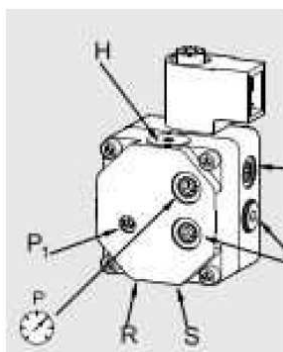

Fig. 6
Reinig de brandstoffilters door de filterplaat los te draaien (met de klok mee). Verwijder de filterpatroon en was deze met benzine of vervang deze indien nodig (Fig.2). Controleer de O-ringafdichting en vervang deze indien nodig. Zet de bak weer in elkaar. Het brandstoffilter dat op de tandwielpompe is geïnstalleerd, moet worden gereinigd of indien nodig vervangen door de plug H los te draaien (Fig. 6)
## Instelling compressordruk (Fig. 6)
**HOGE HOOGTE INSTALLATIE:** Vanwege de lagere zuurstofstroom in vergelijking met een installatie op grote hoogte op zeeniveau, kan het nodig zijn om de luchtstroom te verhogen door de luchtkraag te openen (Fig. 7) of te verminderen de ingestelde druk op de brandstofpomp (afb. 6). Deze aanpassing kan nodig zijn om overmatige rookuitstoot door zuurstofgebrek te voorkomen.